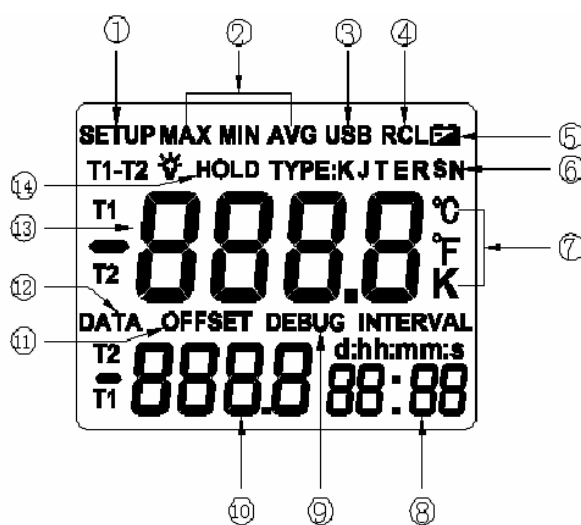

Rys. 1 Komponenty
- Rys. 1 oraz tabela 3 opisujące komponenty,